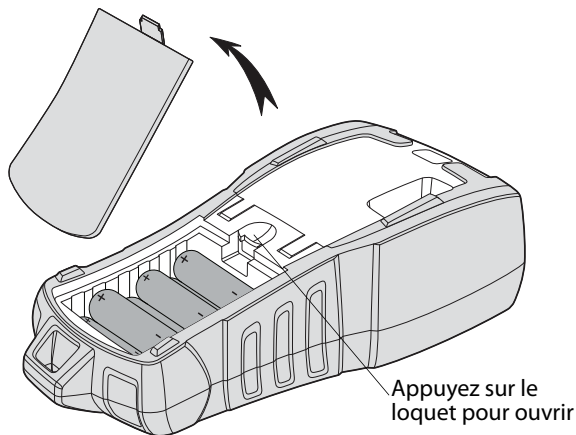

Figure 4
1. Appuyez sur le loquet à l'arrière de l'imprimante pour retirer le couvercle du compartiment à piles. Voir Figure 4.
2. Placez les piles dans le compartiment à piles. Voir Figure 4.